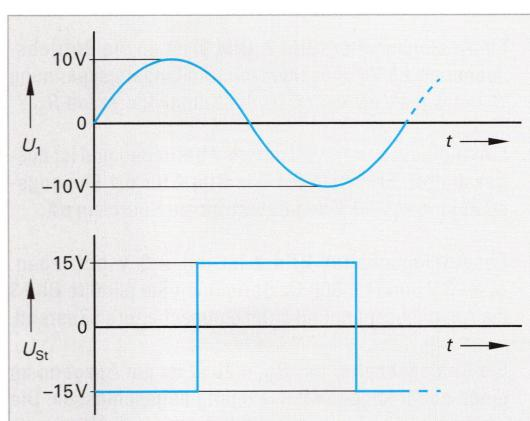

Bild 2: Eingangsspannung und Steuerspannung eines Analogschalters
- An Schaltung **Bild 1b** werden die Signalverläufe **Bild 2** aufgenommen. Skizzieren Sie a) $u_2(t)$ und b) $u_{GS}(t)$.